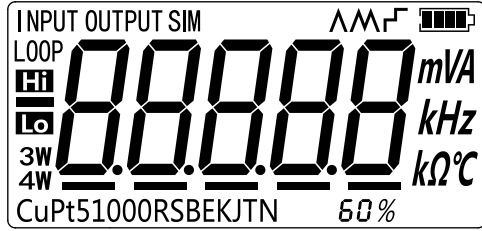

图 2.3-1
1. 请在开机时按住 \odot 键直到蜂鸣器发出“嘀”声，如图 2.3-1 所示。